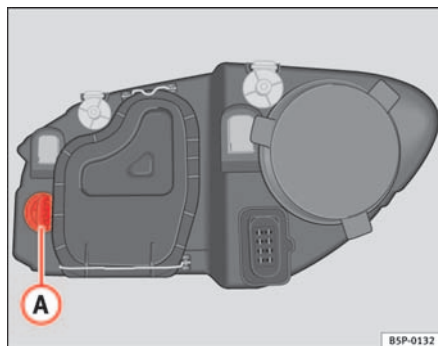

Fig. 181 Lámpara luz intermitente
- Gire el portalámparas ⇒ fig. 181 A a la izquierda y tirar.